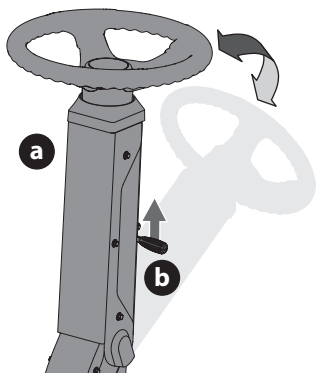

Figura 14
- Para inclinar la columna del volante (a) hacia delante, levante la palanca de ajuste de la columna del volante de dirección (b), coloque la columna del volante (a) en la posición deseada y luego suelte la palanca de ajuste de la columna del volante de dirección (b) para sujetar la columna del volante de dirección en su lugar (Figura 14).